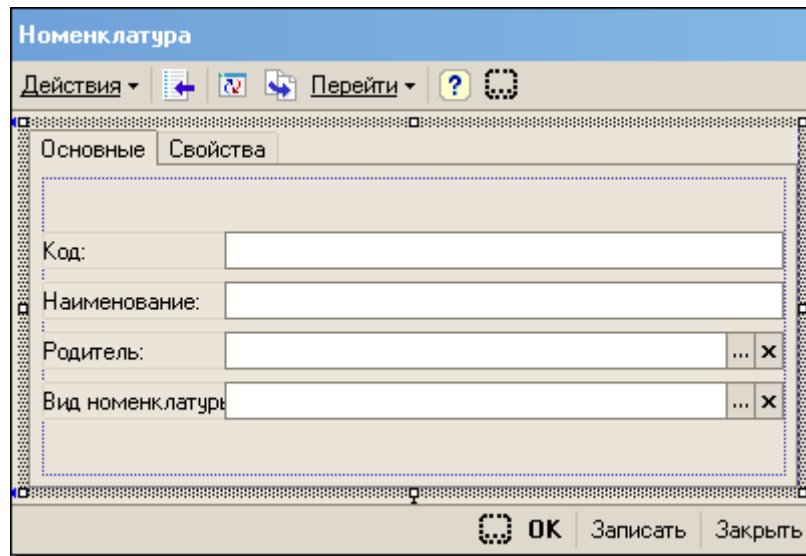

Рис. 122
- выделим все элементы управления размещенные на панели (*Правка*→*Выделить все*) и отцентрируем их по вертикали (*Форма*→*Центрирование*→*Центрировать по вертикали*) (рис. 122);